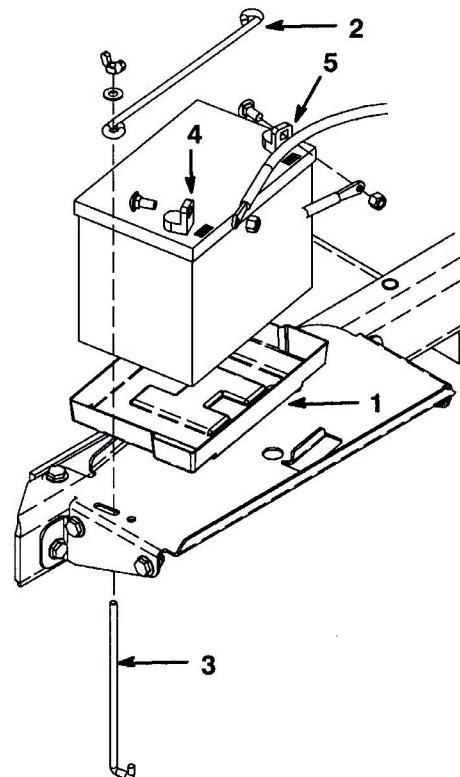

図5
- バッテリー・ボックスのトレーにバッテリーを載せる(図5)。この時、端子が車体の外側へ向くようにする。
- 横棒(1本)、縦棒(2本)、平ワッシャ(2枚)、と蝶ネジでバッテリーを固定する(図5)。
- プラス(赤)ケーブルをプラス(+)端子に、ボルトと蝶ナットで固定する。次に、マイナス(黒)ケーブルをマイナス(-)端子に接続し、ボルトと蝶ナットで固定する(図5)。ショート防止のために(+)端子にゴムキャップをかぶせる。